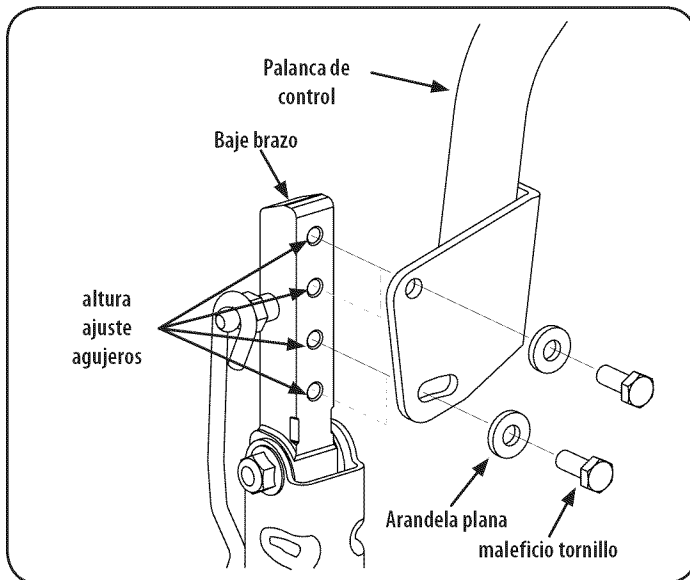

Figura 23
2. Mientras sujeta la palanca de control para evitar que se caiga, quite el tornillo hexagonal y la arandela plana de la parte inferior de la palanca de control y el brazo inferior. Consulte la Figura 23.